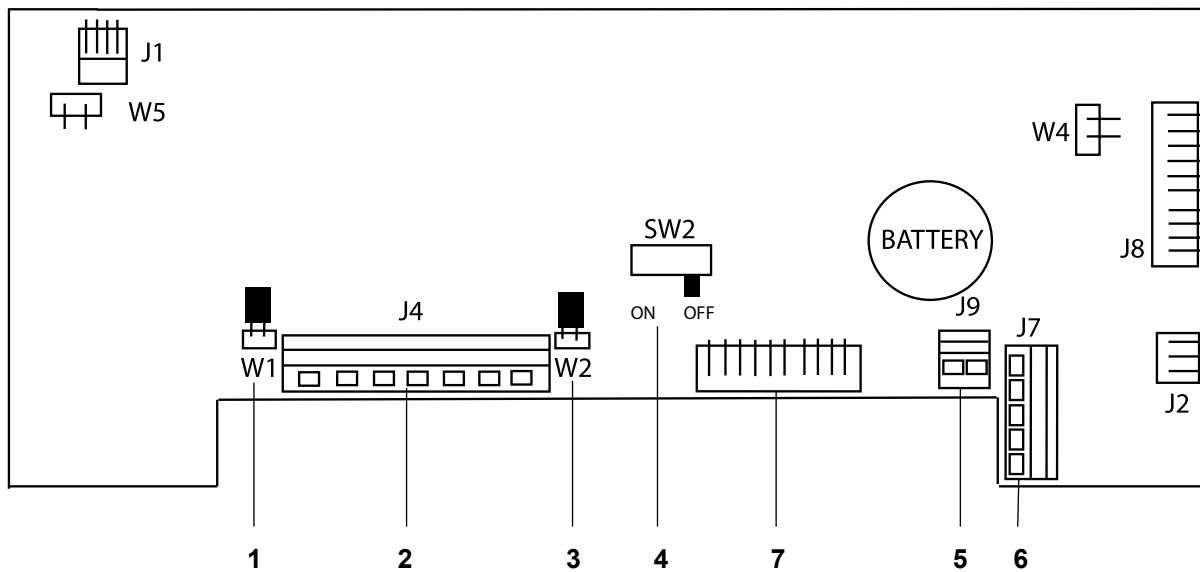

Figure 1-3. 主板.
然后将线束连接到传感器接线端子 J4 (Figure 1-3, item 2)。